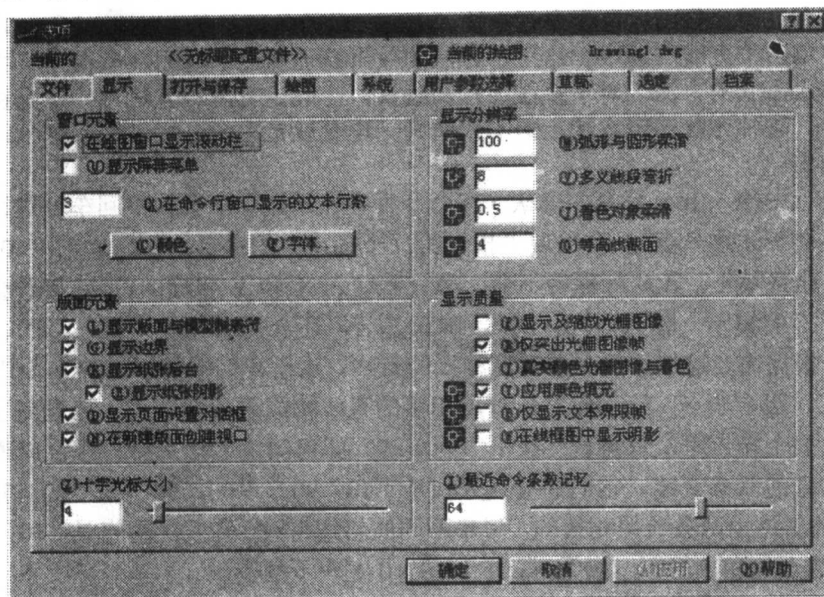

图 1-1-4 “显示”选项卡
(2) 在新的绘图窗口中, 一般默认的背景颜色是黑色, 为了适应用户的视觉需要, AutoCAD 提供了几种背景颜色供用户选择。设置的方法如下: 单击“工具”菜单中的“选项...”选项, 再单击“显示”, 得到如图 1-1-4 所示的对话框。